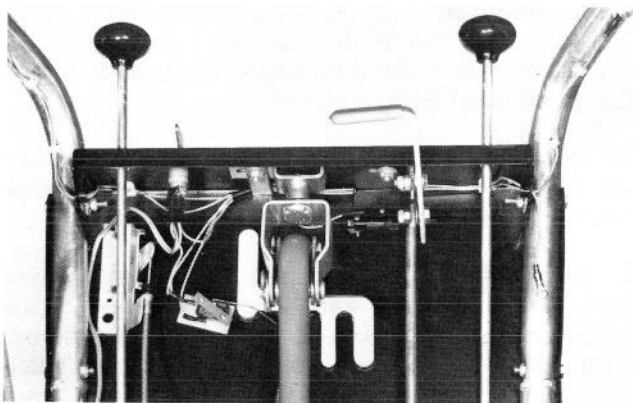

Abb. 25
1. Die Gelenkstellen der Gestänge mit ein paar Tropfen Öl versehen (Abb. 25). Überschüssiges Öl abwischen.